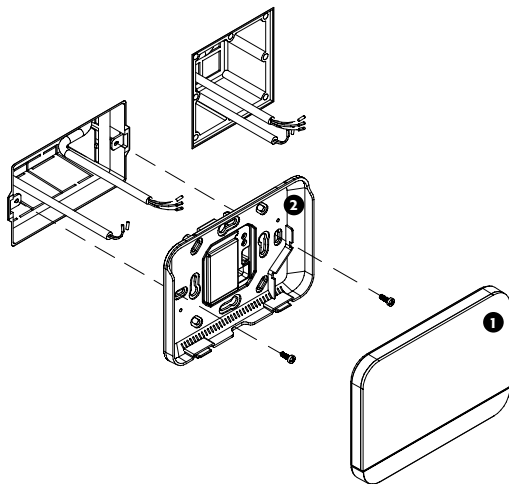

Fig. 3
1. Effettuare i collegamenti elettrici, rispettando la polarità e le connessioni come da Fig. 3.